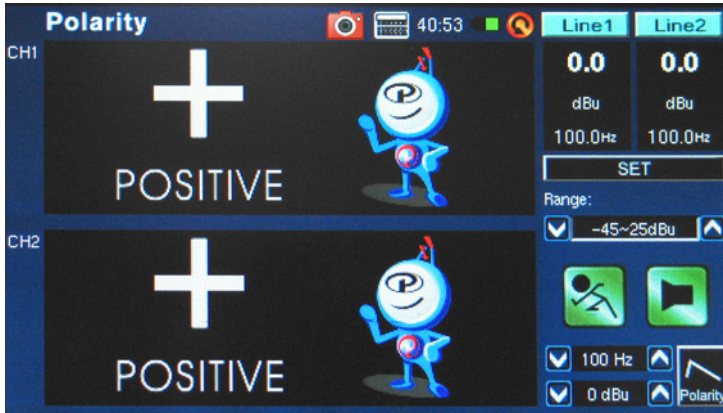

figure 57
7. 画面に“+”が表示された場合、信号の位相は合っており、接続は正しいことになります。(図 57)